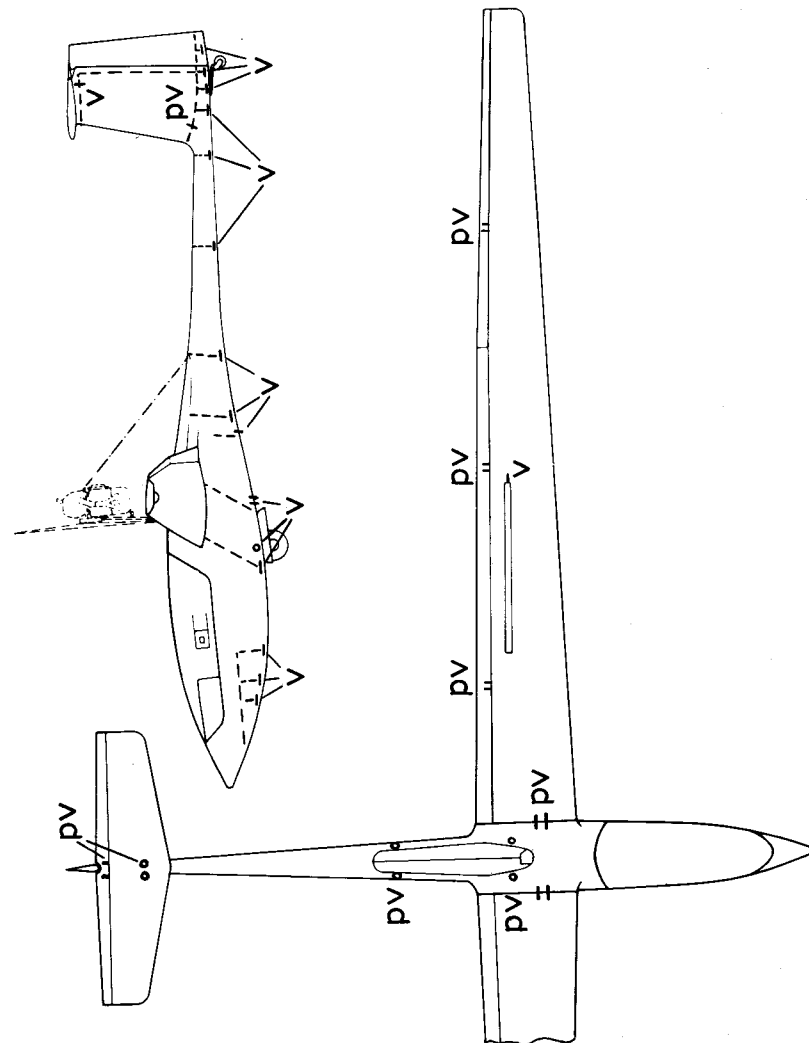

Bild 4.1: Entwässerungs- (v) und Druckausgleichsöffnungen (p)
- Entwässerungs- und Druckausgleichsöffnungen kontrollieren (Bild 4.1)